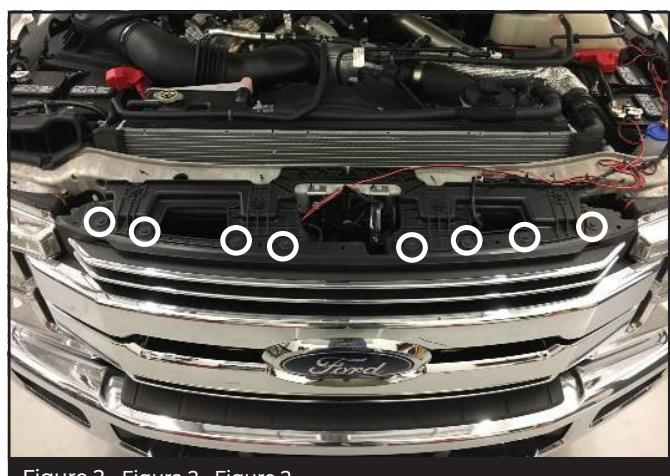

Figure 2 · Figura 2 · Figure 2
**2 Once cover is removed, remove the top 8 grille screws with 10mm wrench (Figure 2).**
**Fr** Une fois le couvercle enlevé, sortez les 8 vis de la partie supérieure de la grille avec une clé de 10mm (emplacement illustré ci-dessus). (Figure 2)